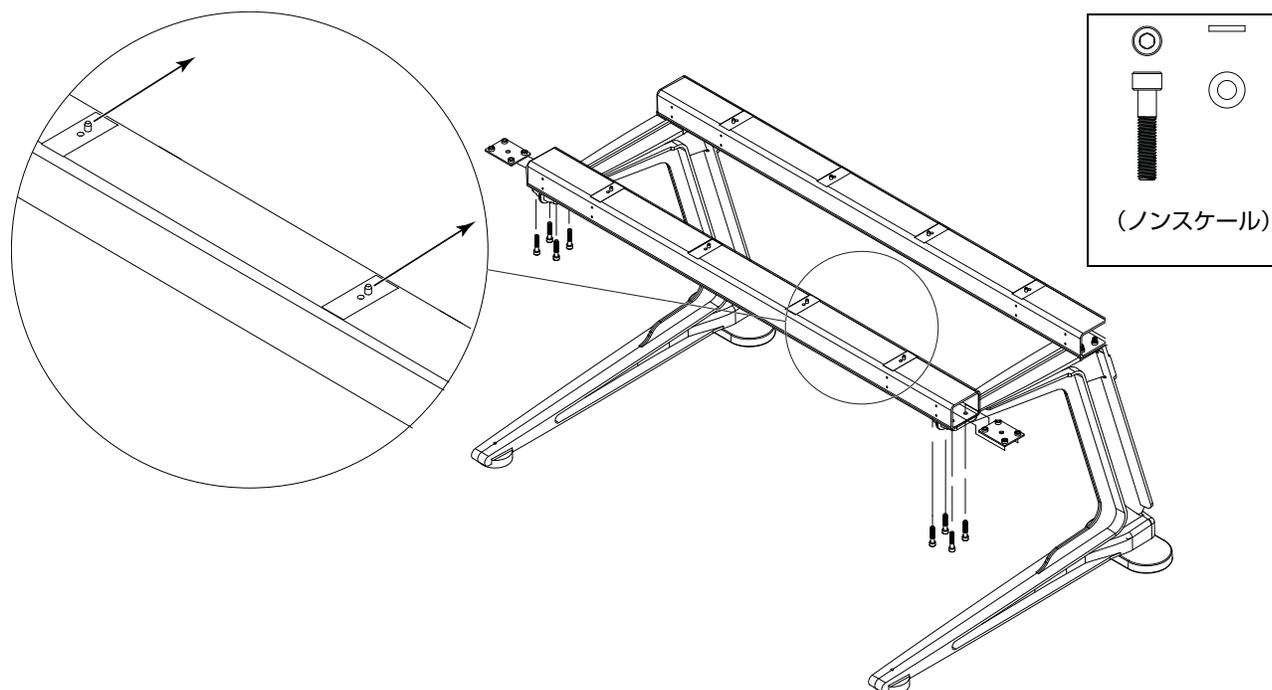

図4. 前方の梁の上面にあるピンの方向
- 2 留め具とワッシャー（同梱）を4つずつ使い、2つの取り付け用プレートを使って、梁を脚部の前方を横切るように取り付けます（図4を参照）。留め具をきつく締めないでください。